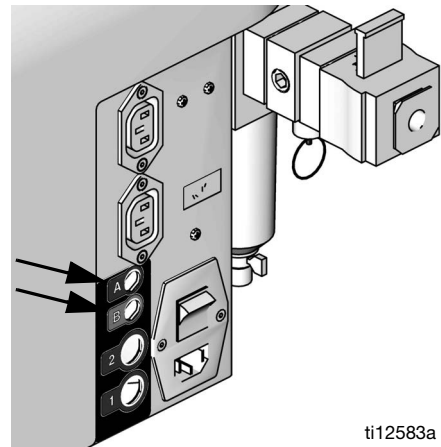

ABB. 8: Stromquelle des Tankbefüllungssystems
2. Bei Tankbefüllungssystemen, die am A-seitigen Tank montiert werden, das Netzkabel des Tankbefüllungssystems in die Buchse „A“ auf der Rückseite der Maschine einstecken. Siehe ABB. 8.
Bei Tankbefüllungssystemen, die am B-seitigen Tank montiert werden, das Netzkabel des Tankbefüllungssystems in die Buchse „B“ auf der Rückseite der Maschine einstecken. Siehe ABB. 8.